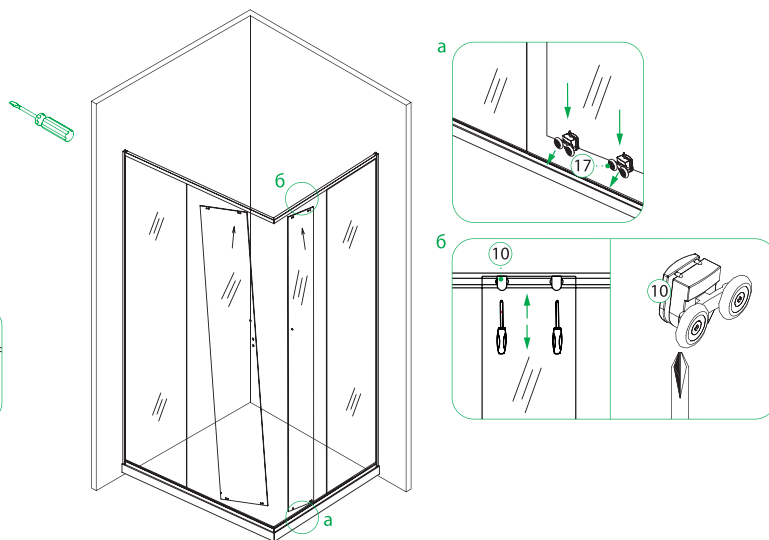

Рис. 13/13-сур.
8. С помощью шурупов закрепите собранную конструкцию к пристенным профилям, предварительно выровняв ограждение с помощью уровня, как показано на рисунке 12. Установите уплотнители PVC (7) на стекла, как показано на рисунке 12-в.
9. Установите верхние и нижние ролики (10,17) на закаленные стекла дверей. Далее установите двери на конструкцию с помощью кнопки на нижнем ролике, она опустит ролик вниз и даст возможность зайти в профиль, после чего отпустите кнопку и дверь встанет на место (рис.13-а). Для плавного хода дверей отрегулируйте верхние ролики по высоте с помощью отвертки (рис.13-б).